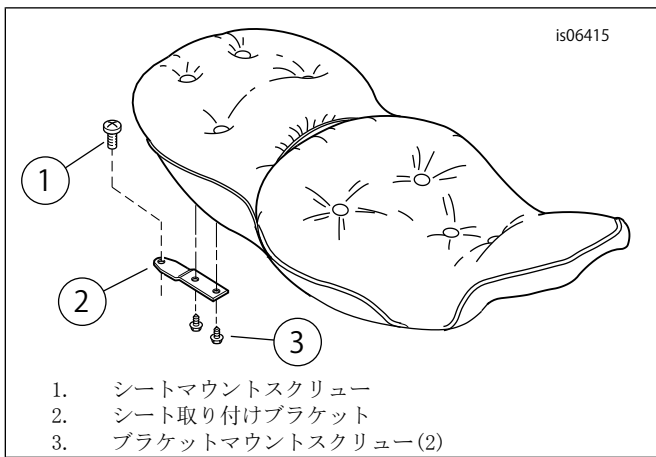

図1。シートリア取り付けブラケット
4. 図1を参照してください。ネジ(1)を外して、リアフェンダーからシートリア取り付けブラケット(2)を外します。
6. 図1を参照してください。ネジ(3)2本を外し、シート下からリア取り付けブラケット(2)を外します。
7. 図1を参照してください。スクリュー(1)をシート取り付けブラケットの穴に通してリテンションナットへ挿入し、次のトルク値で締め付けます: 2.3-4.5 N·m (20-40 in-lbs)。